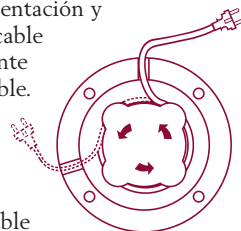

Fig. 4
- Para alargar el cable, invertir la base de alimentación y desenrollar el cable eléctrico presente en el enrollable. Utilizando los respectivos pasantes, regular la longitud del cable necesaria para alcanzar la toma de corriente (fig. 4).